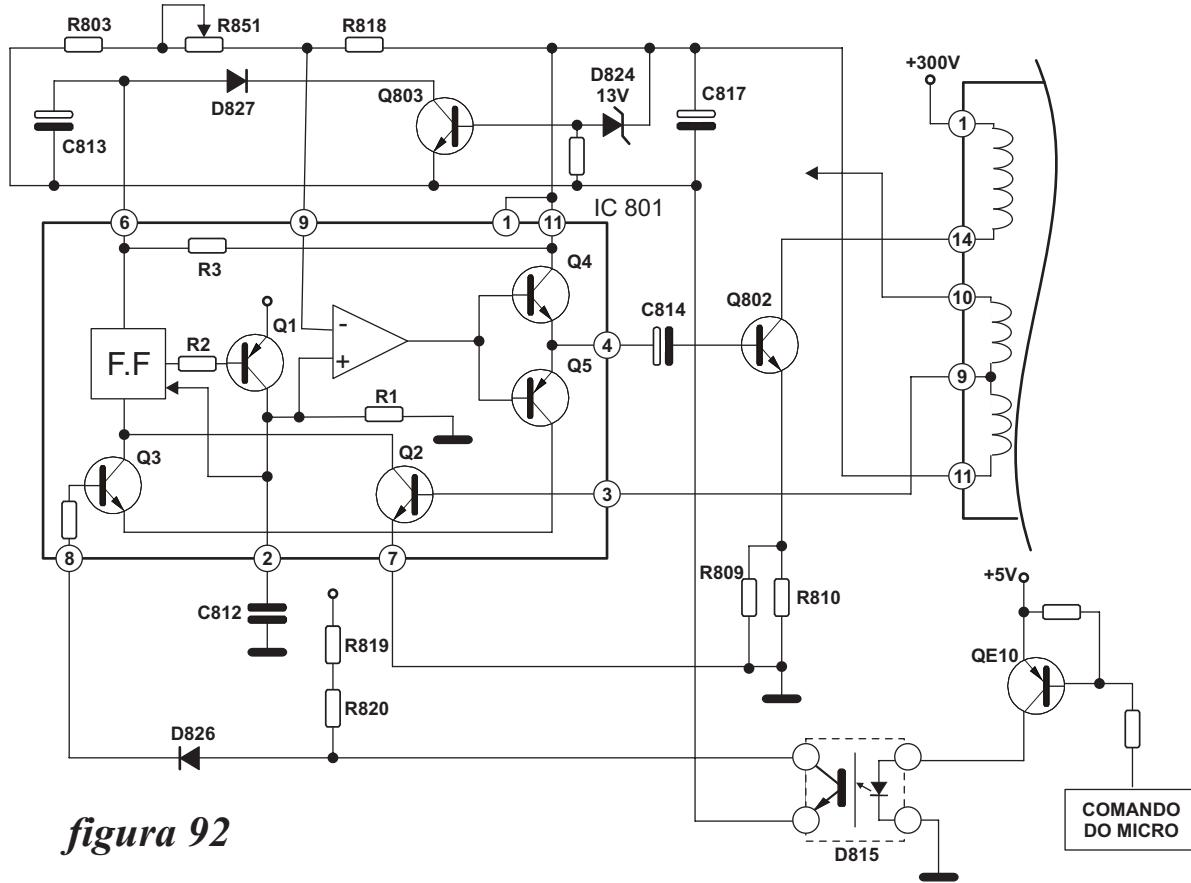

figura 92
c) circuito oscilante completo (com integrado IC801): na figura 92, já podemos ver como a fonte alta se mantém funcionando. Considerando que a fonte inicialmente passou a funcionar baseada nos pulsos positivos proveniente do pino 10 e que a tensão gerada sobre C817 acabou retirando esta excitação, fica claro que a fonte passa agora a trabalhar como um oscilador interno do integrado IC801. Com a tensão presente no pino 6 do integrado IC801, haverá o funcionamento do multivibrador interno, que gerará uma onda quadrada, baseada no circuito de realimentação externa (reset = RS). Com a queda da tensão de saída do Flip-Flop, haverá a saturação do transistor Q1 que elevará o potencial do pino 2 do integrado, carregando rapidamente o capacitor C812. Com a tensão do pino 2 subindo, haverá um instante que será dado o reset, ou seja, a saída irá novamente para nível alto, cortando o transistor Q1, e descarregando mais lentamente o capacitor C812 via R1.